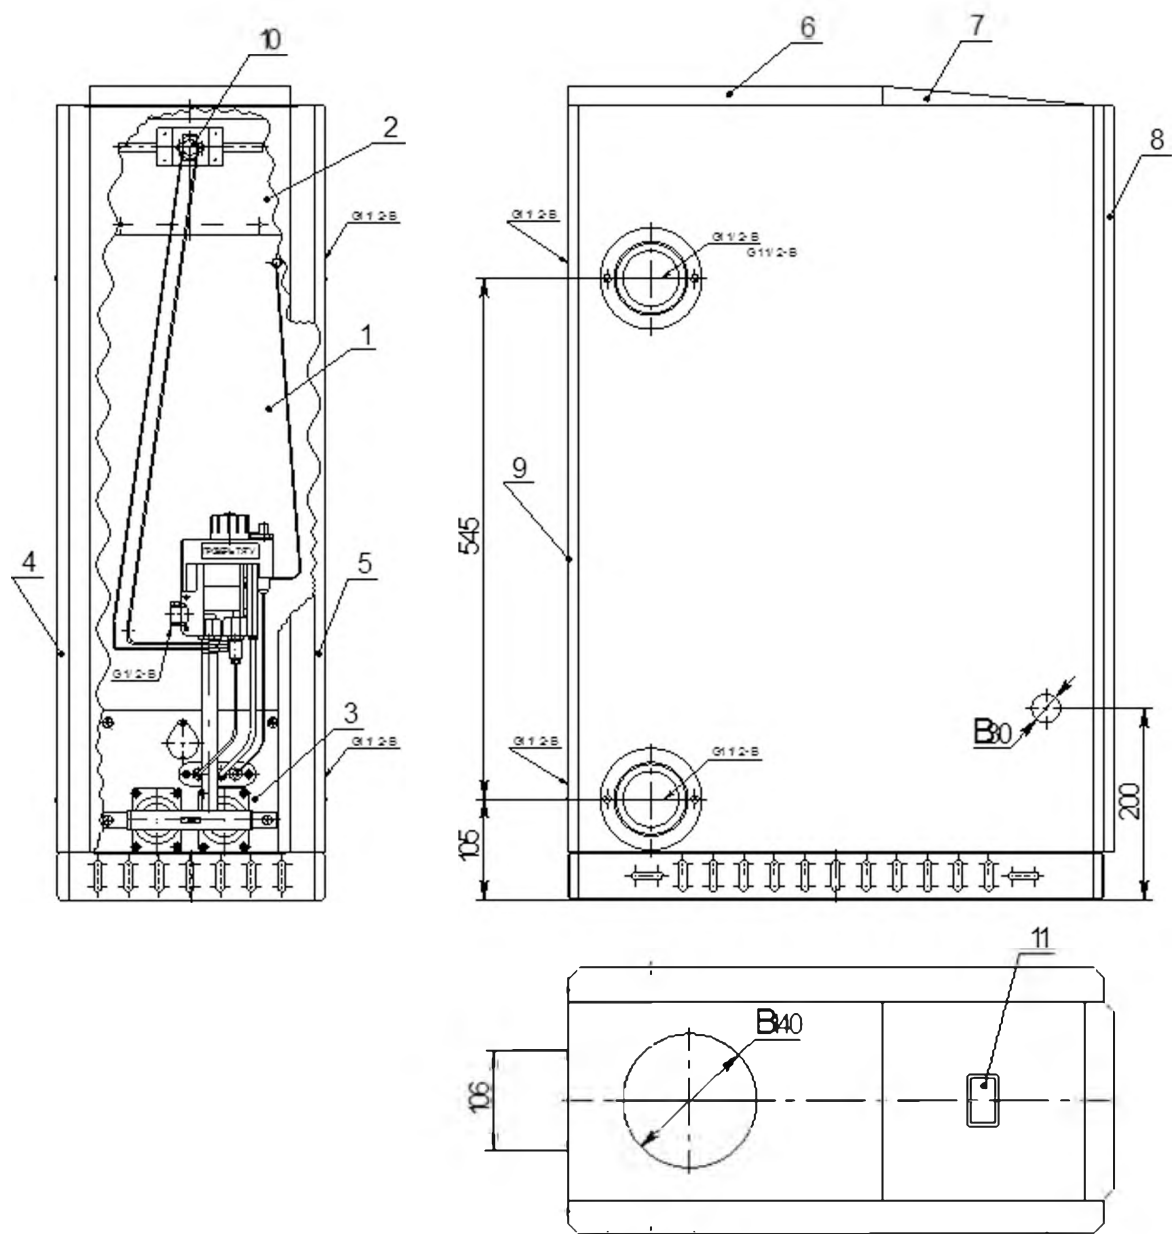
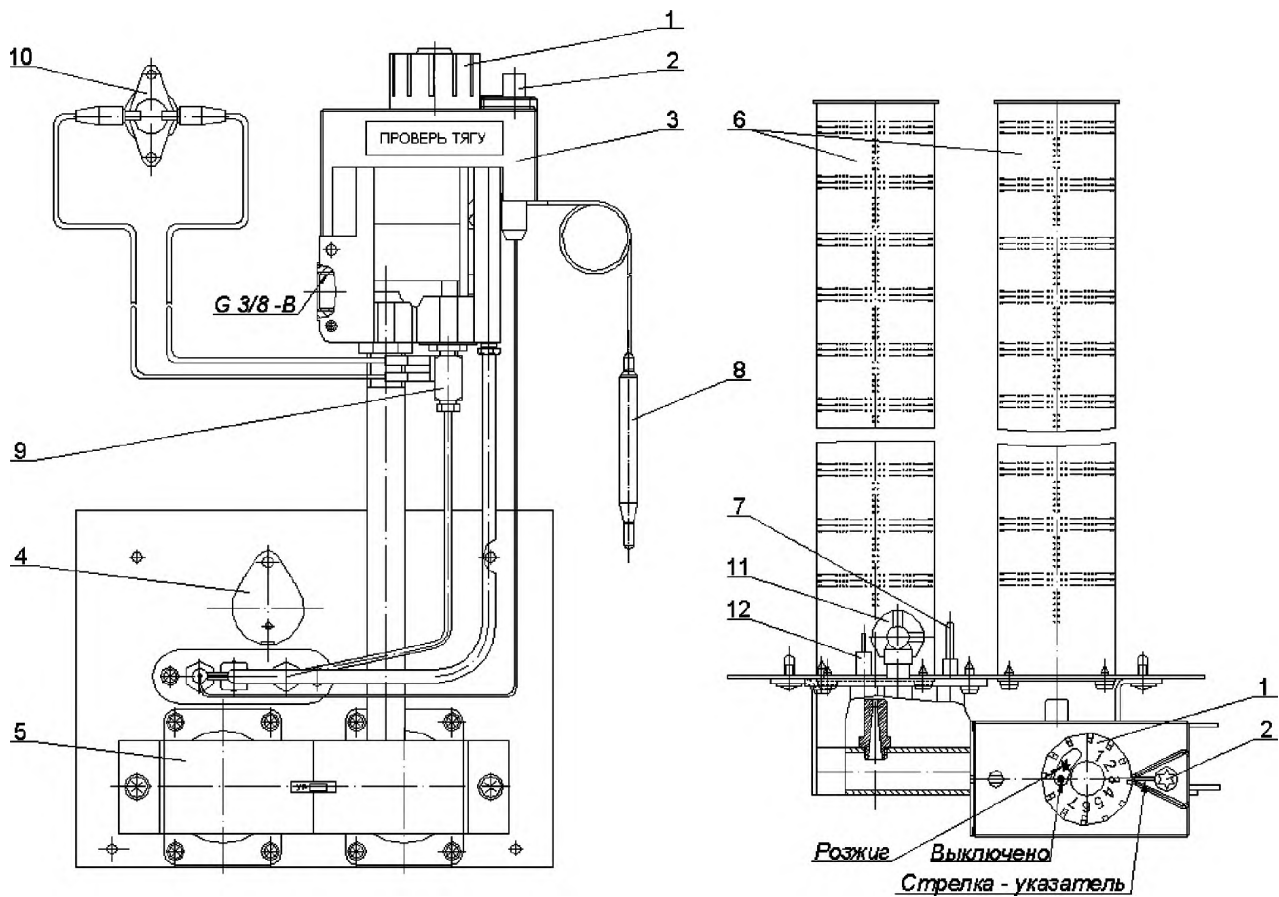

Рис. 6-1
Рис. 6-2
6.1. Общий вид аппарата приведен на рис.6-1.
6.4. Газ через гибкую сильфонную подводку поз.8 (рис.6-1) поступает в газогорелочное устройство, далее из газораспределителя поз.5 (рис.6-2) через сопла истекает в насадки поз.6 основной горелки, частично инжектируя воздух для горения. Вторичный воздух поступает через щелевые отверстия, расположенные в днище аппарата.
6.5. Одним из основных узлов аппарата является газогорелочное устройство с автоматикой безопасности. В верхней части автоматики безопасности поз.3 (рис.6-2) размещены ручка управления поз.1 и кнопка пьезорозжига поз.2, а к нижней части автоматики присоединяются газопровод запальной горелки поз.11, термopара поз.7, провода датчика тяги поз.10 и термобаллон термодатчика поз.8.
- выставить начальное положение ручки управления поз.1, (рис.6-2) в положение «выключено»(*);
- нажать ручку управления поз.1, (рис.6-2) до упора и , не отпуская ее, нажать кнопку пьезорозжига поз.2. Не отпускать ручку поз.1 в течении 5-10 секунд;